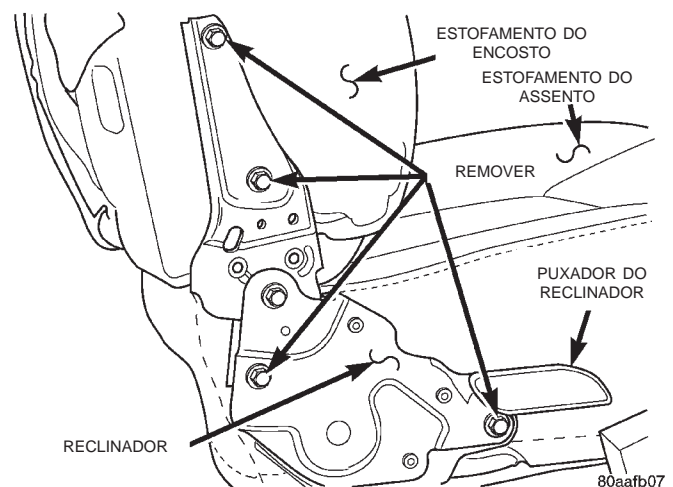

Fig. 12 Reclinador do Banco Individual
- (1) Remova a capa do acabamento da proteção lateral.
- (2) Abra o zíper da capa ao encosto.
- (3) Enrole a capa externa do encosto para cima.
- (4) Remova os parafusos que prendem o reclinador ao encosto e às armações do estofamento do assento (Fig. 12).
- (5) Separe o reclinador do assento.
- (1) Posicione o reclinador sobre o assento.
- (2) Instale os parafusos que prendem o reclinador às armações do encosto e do estofamento do assento (Fig. 12).
- (3) Desenrole para baixo a capa do encosto.
- (4) Feche o zíper da capa do encosto.